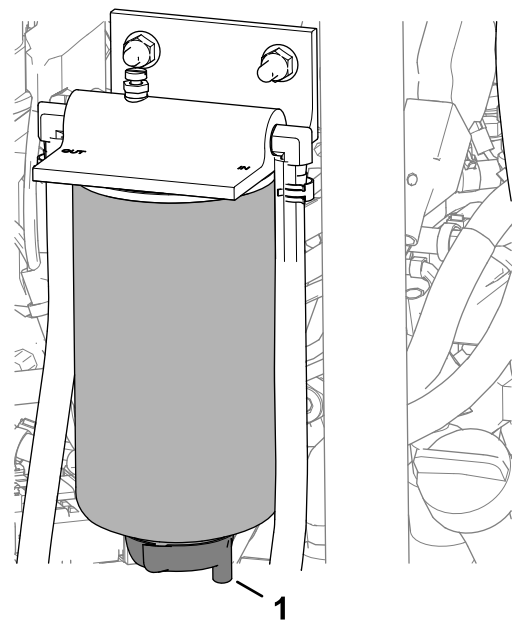

Figura 119
3. Aezăi o tavă de golire sub robinetul de evacuare al separatorului de apă/combustibil (Figura 119).